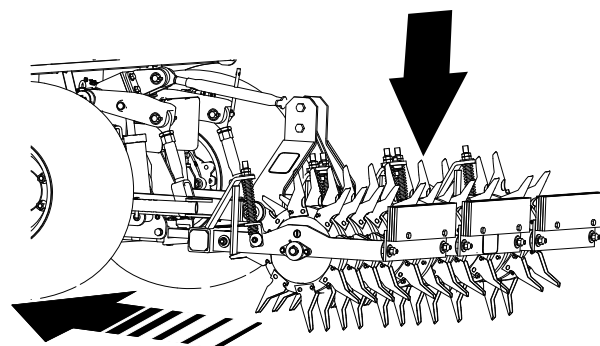

Figura 23
2. Con el enganche de 3 puntos o el control hidráulico remoto de la unidad de tracción, baje lentamente el aireador mientras la unidad de tracción avanza lentamente hacia adelante (Figura 23).